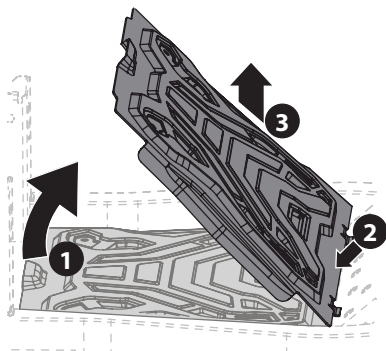

Figure 39
1. Soulevez avec précaution la partie arrière du panneau (Figure 39).
2. Glissez le panneau vers l'arrière pour faire sortir la partie avant (Figure 39).
3. Puis, soulevez le panneau pour le retirer (Figure 39).